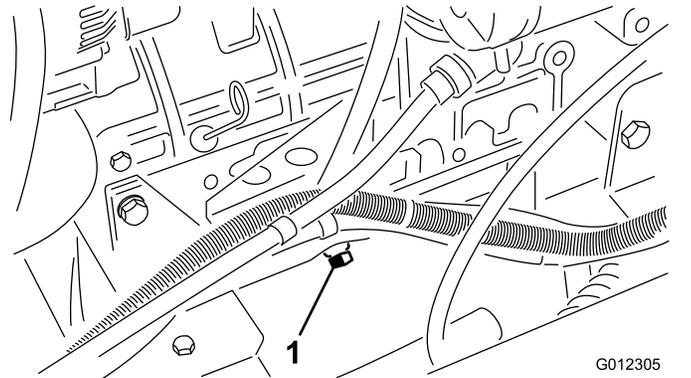

Bild 38
1. Entfernen Sie die Ablassschraube (Bild 38) und lassen Sie das Öl in die Auffangwanne ab.